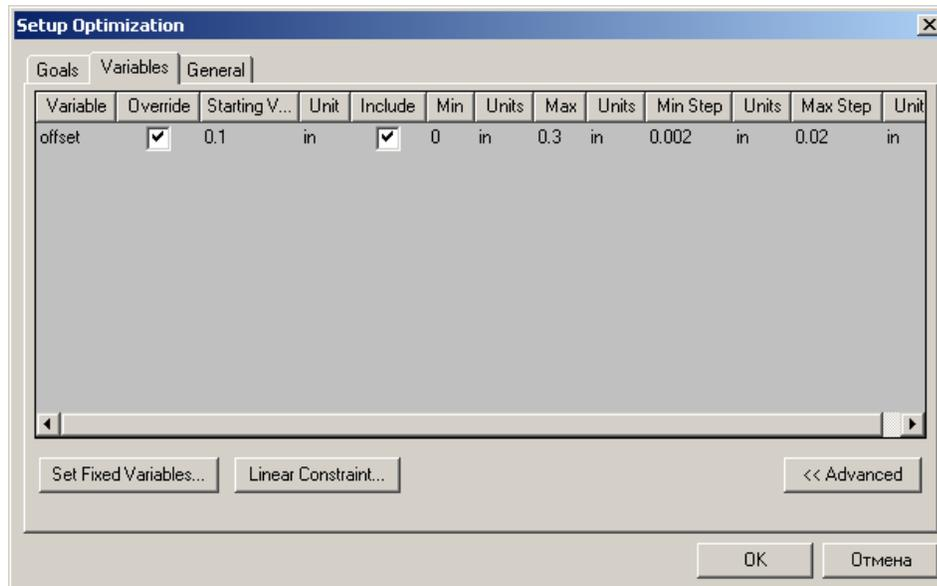

Рис.13.21. Установка переменной *offset*, изменяемой в диапазоне от 0 до 0.3 *in*
1. Нажмите закладку **Variables** (рис. 13.21).